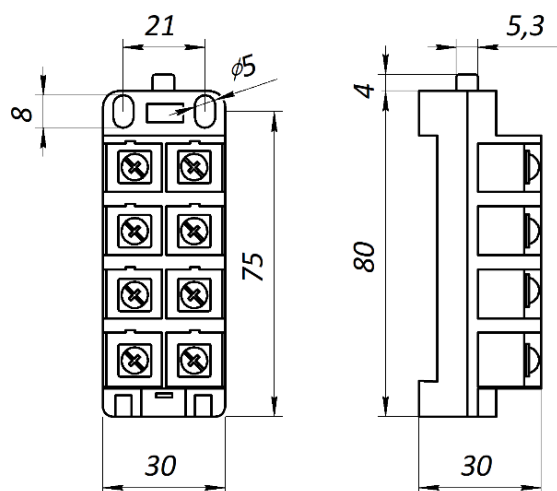

Рис.5. ВП 19М-21Б-411-00
1.5.2 В качестве контактного элемента в выключателях ВП 19 используется контактный блок ВП 19М-21Б411-00 У2 (см. рис. 5) с тремя или четырьмя электрическими отдельными контактными мостиками.